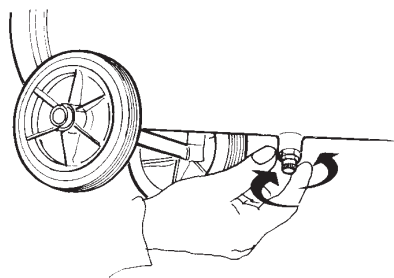

fig. 4
- controleer of de condensaatuitlaatkraan (fig. 4) onder het reservoir gesloten is;
- De condensaatafvoerdop verwijderen indien er in het reservoir druk is (*fig. 4*).
Alvorens ook maar een enkele ingreep op de compressor uit te voeren dient te stekker uit het stopcontact getrokken te worden en de druk uit het luchtreservoir te worden ontladen met 'oehulp van de condensaatuitlaatkraan (*fig. 4*). Men dient de dop langzaam los te schroeven en de lucht er langzaam uit te laten gaan omdat er zich in het reservoir metalen residuen kunnen bevinden. Het juist en regelmatig onderhoud van Uw compressor verzekert een goede werking en een langdurig gebruik.
#### Condensaatafvoer (*fig. 4*)